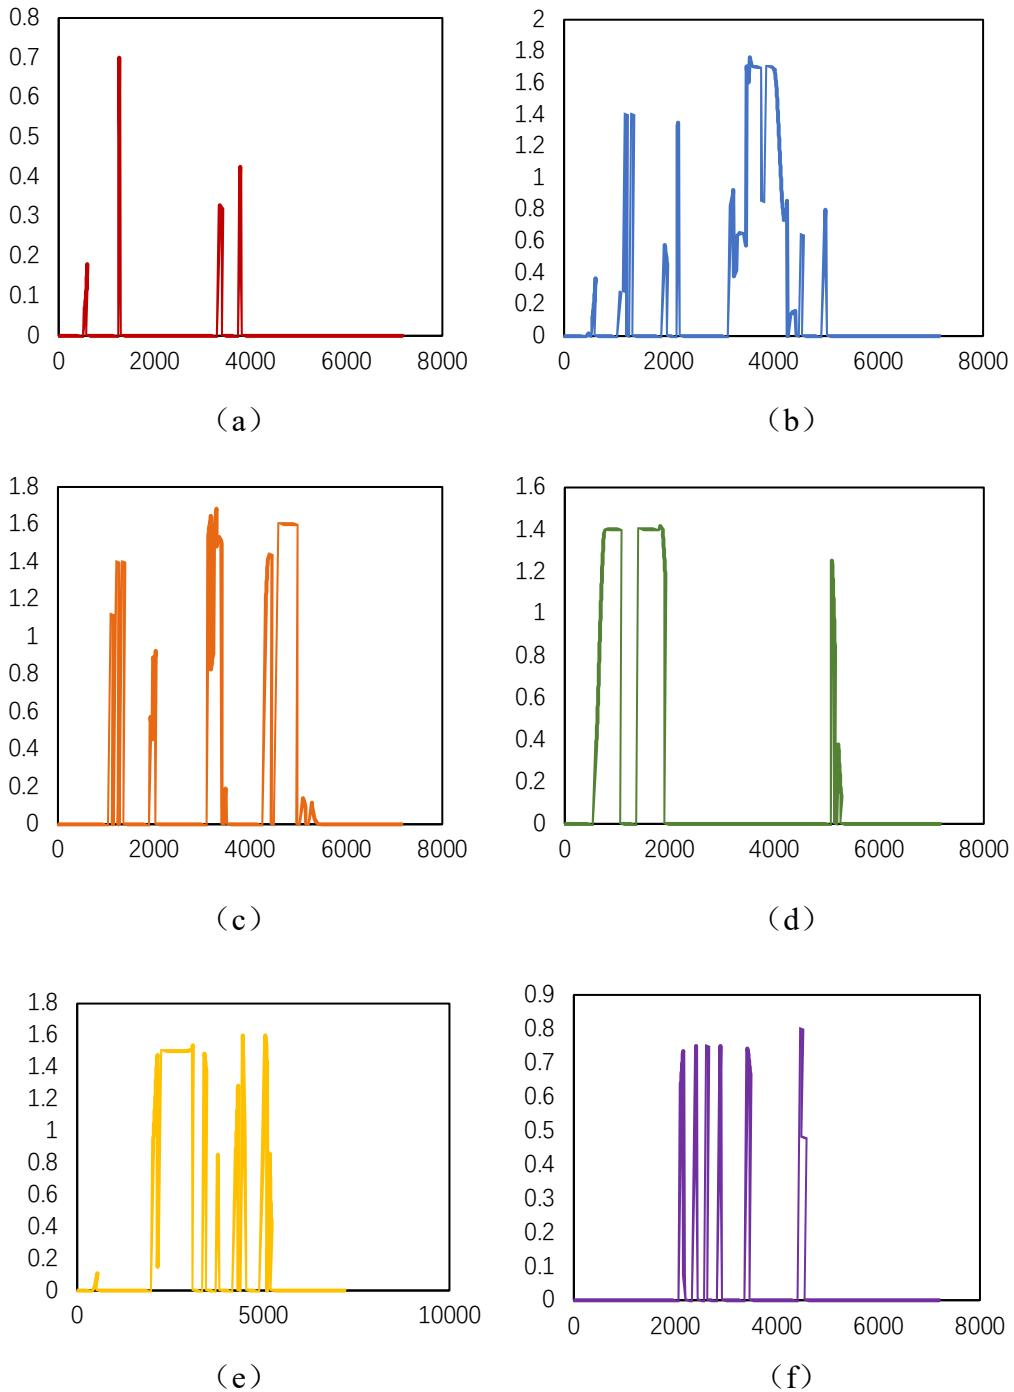

图 20: (a) ~ (f) 分别对应 1~6 号的 6 个油箱各自的供油速度曲线
6 个油箱供油速度曲线如图 20 (a) ~ (f) 所示:
给出 6 个油箱的供油速度曲线；	图 20
为了验证 (2)，从图 20、表 14 中可得 1~6 号油箱的实际供油速度分别为 0.7、1.763、1.691、1.425、1.6、0.8（单位为 kg/s），均不大于附件一中给出的油箱的最大供油速度限制 1.1、1.8、1.7、1.5、1.6、1.1。